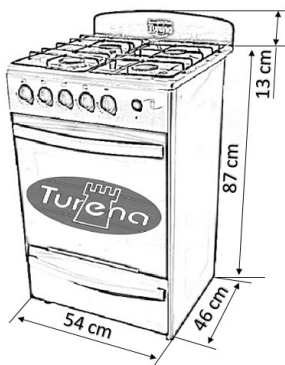

Fig.1
- 1.3 Para su ubicación tenga en cuenta las medidas de la cocina (ver Fig.1)